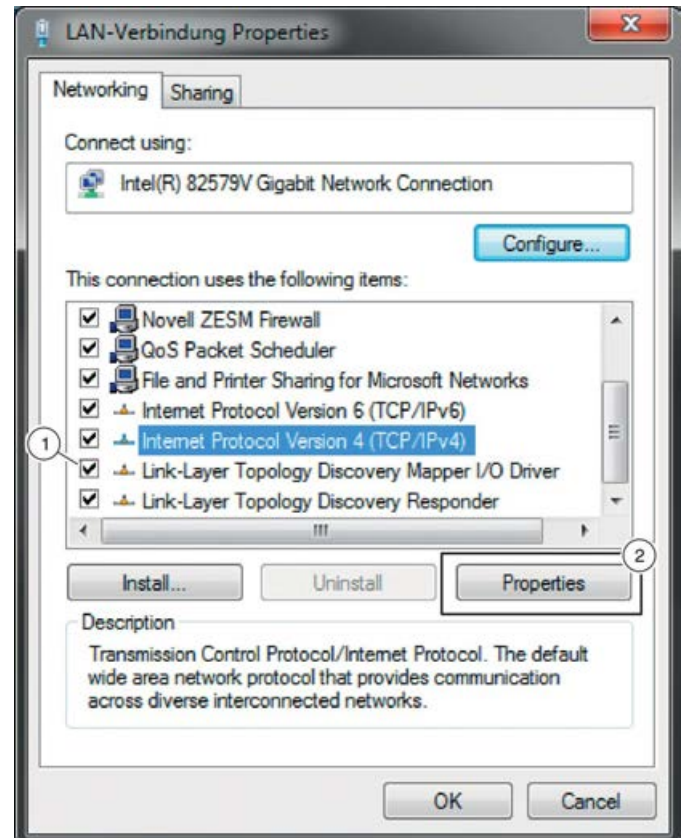

Fig. 42: Propiedades de la conexión LAN
6. ▶ Seleccione «Protocolo de Internet versión 4 (TCP/IPv4)» (Fig. 42 /1), luego haga clic en el botón «Propiedades» (Fig. 42 /2).
7. ▶ Seleccione la opción «Utilizar la siguiente dirección IP:» (Fig. 42 /1), introduzca la dirección IP, la máscara de subred y la puerta de enlace predeterminada y confirme con «OK» .